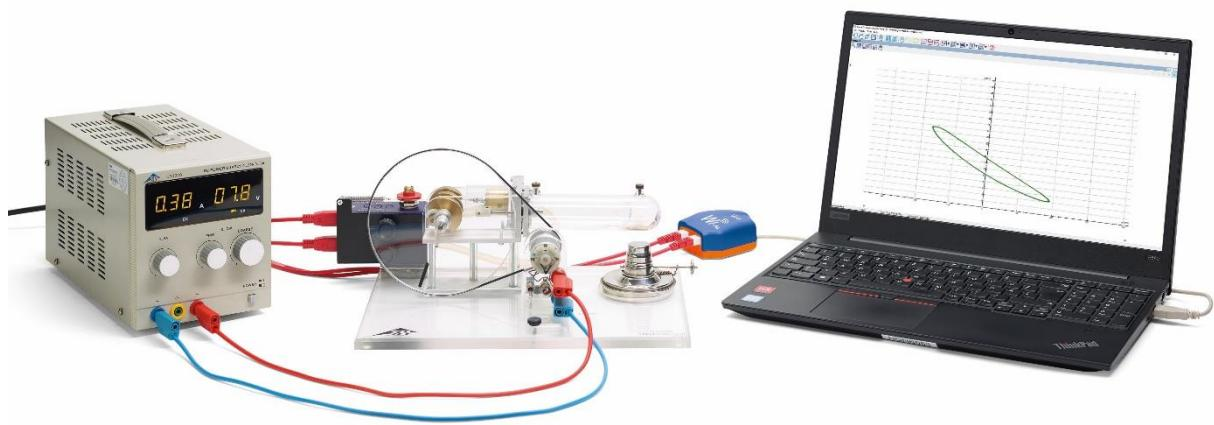

Fig. 1 Montaje experimental para el registro del diagrama pV del motor de Stirling G.
- Se monta el experimento de acuerdo con la Fig. 1.